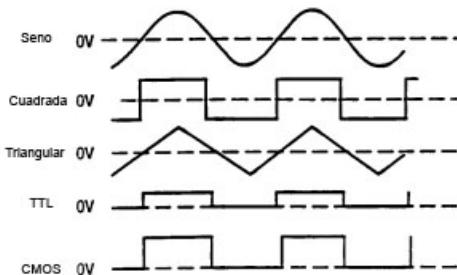

Figura 2. Formas de onda de salida y relación de fase
1. Inicialmente, verifique los switches DUTY CYCLE (17), CMOS LEVEL(15), DC OFSSET(14), -20dB (11), y SWEEP EXT/INT (12) estén desactivados. Esto producirá una onda simétrica no afectada por el generador de barrido y otros controles.
2. Enchufe la unidad en una fuente de energía apropiada y enciéndalo oprimiendo el switch POWER (1)
3. Seleccione la onda de forma deseada (SINE, SQUARE, TRIANGLE) oprimiendo uno de los switches de FUNCTION (3). Sus relaciones de fase se muestran en la figura 2.
4. Seleccione la frecuencia de la onda de forma oprimiendo uno de los switches RANGE (2). La frecuencia de salida se mostrará, junto con las unidades de medida apropiadas, KHz, o Hz (23), on el LED indicador.
5. Gire el control COARSE (20) para fijar la frecuencia de salida rápidamente al valor deseado aproximado. El control FINE (19) puede usarse ahora para fijar el valor exacto
6. Ajuste la amplitud de la salida como desee usando el control OUTPUT LEVEL (4) (Nivel de salida) La rotación de este control varía la amplitud desde el máximo hasta 20 dB debajo del máximo. Una atenuación adicional de –20dB esta disponible oprimiendo el –20dB switch (11). Los factores de atenuación pueden ser combinados por un total de –40dB. El máximo nivel de señal es de 10 V p-p (con carga de 50 Ohms)